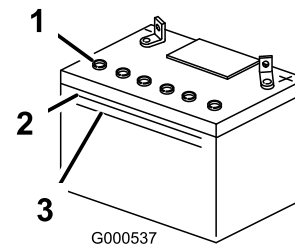

Figura 42
3. Verifique a lateral da bateria. O eletrólito deve estar na linha superior (Figura 42). Não permita que o nível de eletrólito fique abaixo do nível inferior (Figura 42).
5. Remova os bujões de ventilação da bateria (Figura 42).
6. Com cuidado, adicione água destilada em cada célula da bateria, até o nível atingir a marca Superior (Figura 42) na carcaça da bateria.
7. Aguarde de 5 a 10 minutos após encher as células. Se necessário, adicione água destilada até o nível atingir a marca Superior (Figura 42) na carcaça da bateria.